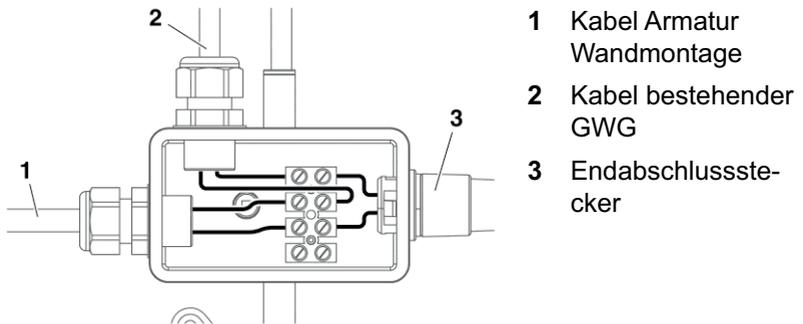

Bild 6: Anschlussbelegung Grundbausatz
- ▶ Bestehenden GWG und Armatur für Wandmontage wie in Bild 6 am Grundbausatz anschließen.